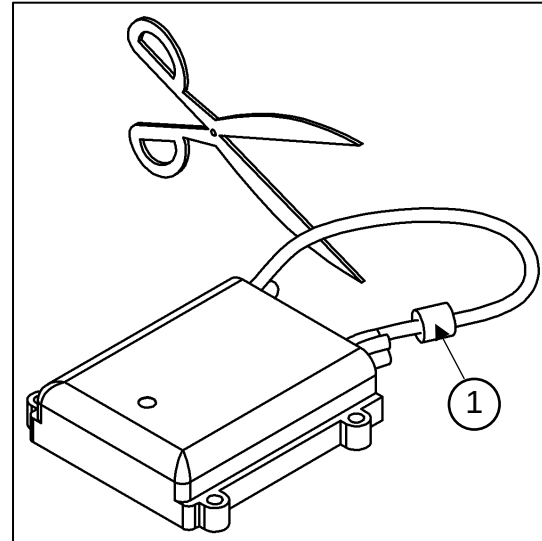

Abbildung 25
- Control Unit-Kabel (rot markiert mit Kabelbinder) für Anschluss Handsteuerbirne auftrennen. (siehe Abbildung 25) Position-Nr. 1, rote Markierung mit Kabelbinder. Seite ohne Kabelbinder blind lassen.